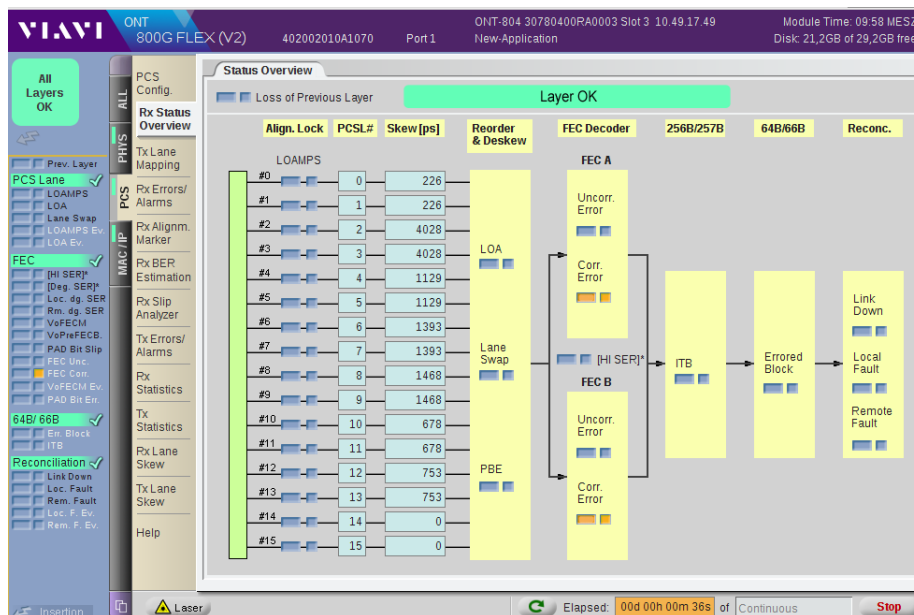

図 1: ONT に示されている FEC デコーダーブロック
VIAVI ONT のスクリーンショット (図 1) は、FEC デコーダーが信号フロー内にどのように収まるかを示しています。16 個の論理レーン (4 個の PAM-4 光レーン (1 レーンあたり 100G または 56 Gbd) ないし 8 個の PAM4 電気レーン (28 Gbd) としてエンコード可能) は、PCS ロジックに入り、各レーンは固有のアライメントマーカ (AM) で識別され、追跡されます。ロジックは、各レーンが正しく識別され、スキューの限界内にあるかどうかを判断し、ブロックに渡して、レーンを再編成します (送信で使用される多重化および逆多重化のプロセス中に再編成され、スキューされた可能性があります)。その後、デスクュー補正を行い、再整列してコードワードにします。次に、コードワードブロックはインターリーブされた FEC ブロックに渡されます。このブロックは、送信中に発生したエラーを検出して訂正します。エラーが過剰で訂正できないコードワードは、訂正不能の印を付けられます。コードワードは、その後コード変換され、さらに (MAC 処理のために調整 (リコンシレーション) レイヤー) に渡されます。